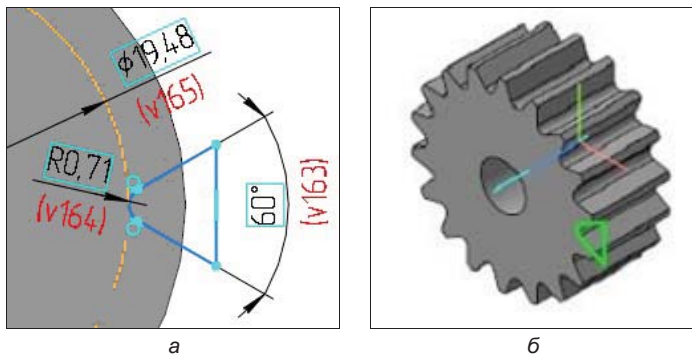

Рис. 21.28. Эскиз зуба шкива (а); зубчатое колесо (б)
- ◆ выделите торец шкива и создайте на нем эскиз, как показано на рис. 21.28, а;
- ◆ нажмите кнопку **Создать объект** — система создала 18 зубьев (см. рис. 21.28, б). Аналогично создайте 40 зубьев на большом шкиве.